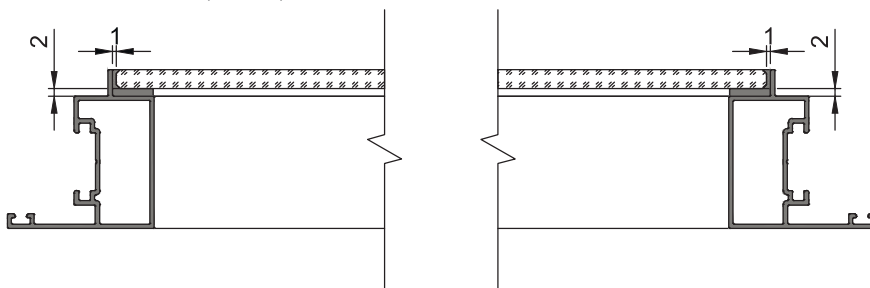

Рис.3
3. Образовавшиеся боковые швы между стеклом и бортиком профиля заполнить силиконовым герметиком DOW CORNING 881. (Рис.3).